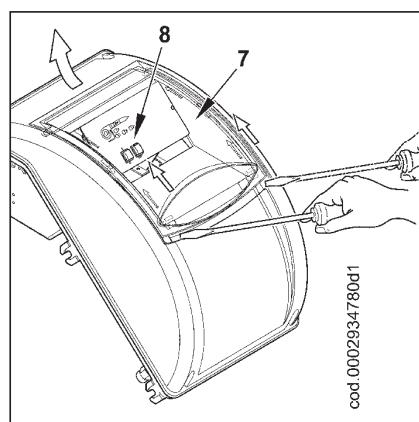

Abbildung 4
- Zum Schließen des Schaltkastendeckels die vier Schrauben (1) mit einem Drehmoment von ca. 5 Nm einschrauben und festziehen, um die Dichtigkeit des Schaltkastens zu garantieren. Nun die transparente Klappe (7) aushängen, indem diese durch leichten Druck mit einem Werkzeug (z. B. ein Schraubendreher) ein kurzes Stück in Richtung der Pfeile (Abb. 4) geschoben und vom Deckel getrennt wird, um Zugang zum Schaltpult (8) zu erhalten.
- Um die transparente Klappe wieder auf dem Schaltkasten (5) zu positionieren, die Rastnasen entsprechend ihrer Aussparungen (9) positionieren und die Klappe in Pfeilrichtung schieben, bis sie einrastet. Jetzt ist eine angemessene Dichtung gewährleistet.